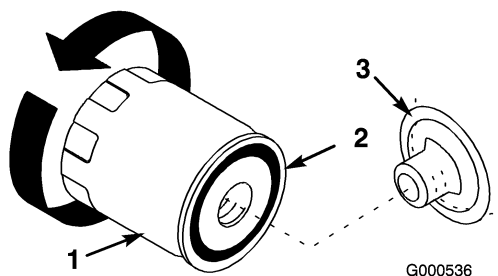

Figura 27
- Cambie el filtro de aceite, si es necesario (Figura 27).
- Retire el filtro usado y limpie con un paño la superficie de la junta del adaptador del filtro (Figura 27).
- Aplique una capa fina de aceite limpio a la junta de goma sobre el filtro nuevo (Figura 27).
4. Instale el filtro de aceite nuevo en el adaptador del filtro. Gire el filtro de aceite en el sentido de las agujas del reloj hasta que la junta de goma entre en contacto con el adaptador del filtro, luego apriete el filtro media o tres cuartos de vuelta más (Figura 27).